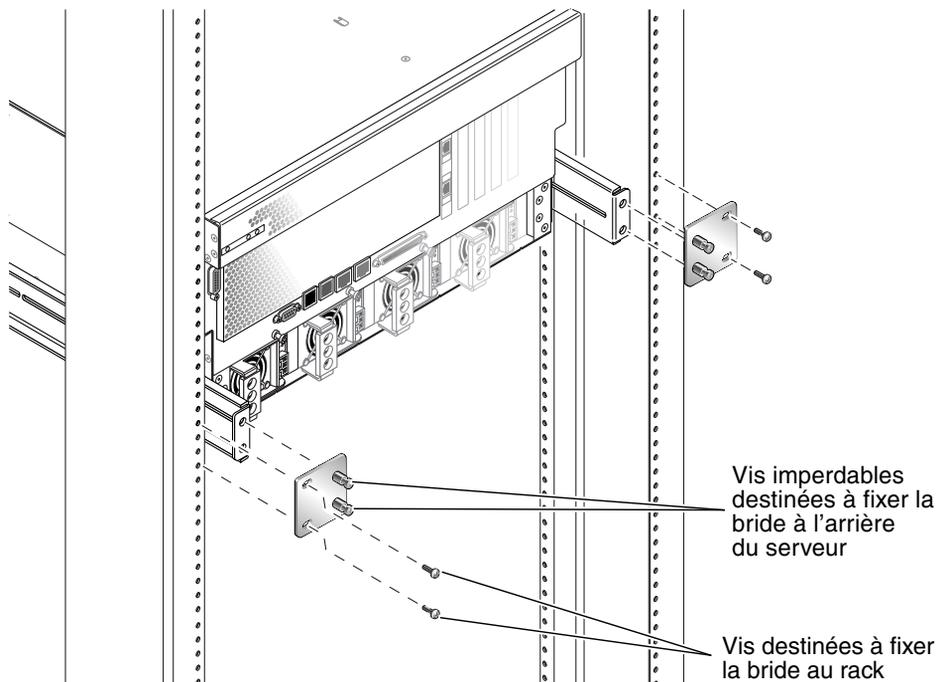

FIGURE 3-22 Fixation de la bride de montage arrière
11. Passez à l'arrière du rack et, à l'aide des vis imperdables, fixez les deux brides de montage arrière aux supports de montage arrière vissés au serveur (voir FIGURE 3-22).
12. À l'aide de deux vis (une pour chaque support de montage arrière), fixez les supports de montage arrière à la partie arrière du rack (voir FIGURE 3-22).